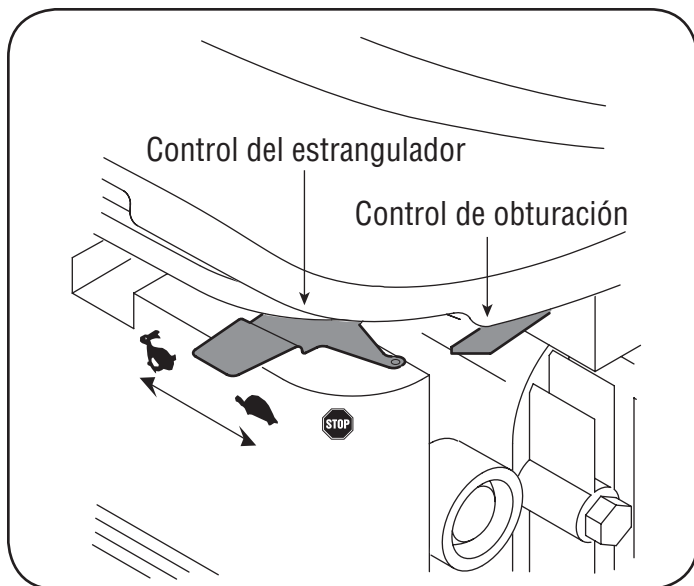

Figura 11
5. Mueva la palanca de control del estrangulador a la posición  START/RUN (encendido / funcionamiento, representado por una liebre). Vea la figura 11.
7. Situado detrás de la unidad, tome la manija del arrancador y tire de la cuerda hasta que sienta un tirón. Vea la figura 11.